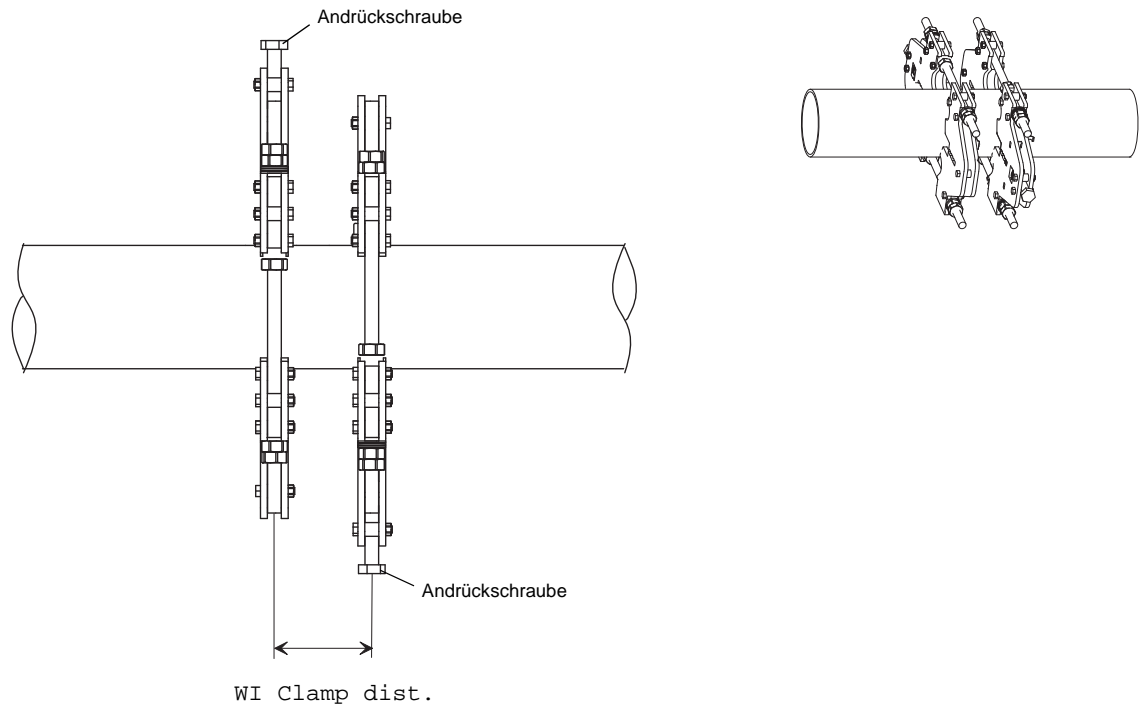

Abb. 3.3: Montierte Rohrhalterungen in der Durchstrahlungsanordnung (Draufsicht)
- in der Durchstrahlungsanordnung zeigen die Andrückschrauben in entgegengesetzte Richtungen (siehe Abb. 3.3),
- Stellen Sie den Abstand $WI_{Clamp\ dist.}$ zwischen den beiden Rohrhalterungen ein (siehe Abb. 3.3).